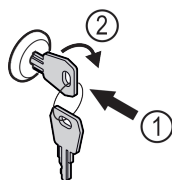

Fig. 176
- ▶ Dugja be a kulcsot Fig. 176 (1).
- ▶ Forgassa el a kulcsot 90°-kal az óramutató járásával megegyező irányba Fig. 176 (2).